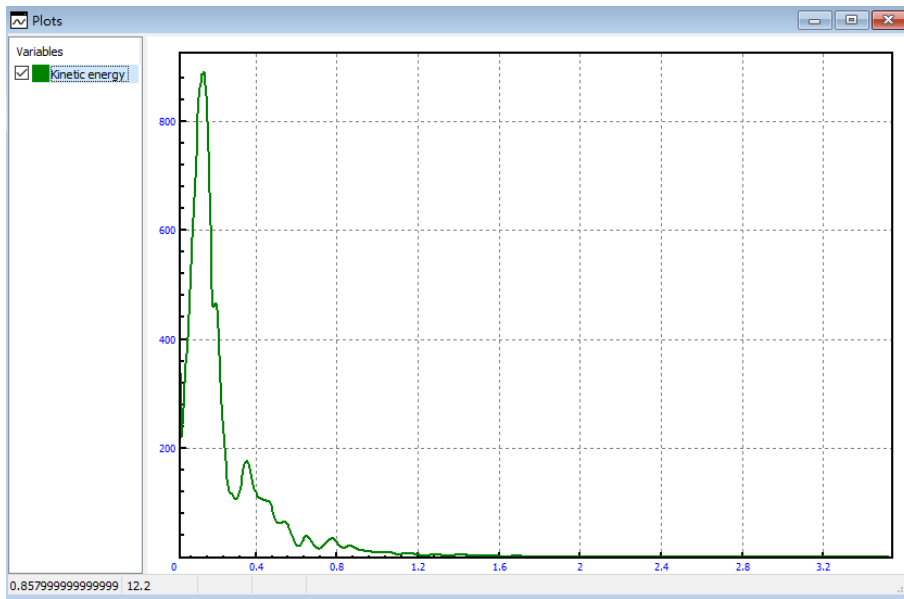

图 2.7
9. 点击 **Integration**，开始计算，直到提示系统达到平衡位置，系统总动能时程曲线如图 2.7 所示。